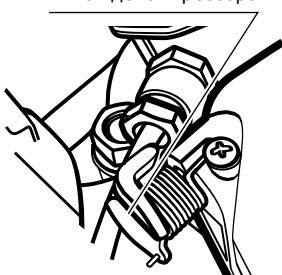

Рис. 8
- Приведите рычаг декомпрессора в открытое положение (рис. 8).
- Поверните ключ зажигания или тумблер в положение «**СТАРТ**». Свободной рукой удерживайте рычаг декомпрессора (рис. 8) в течение 3–5 секунд, после чего отпустите. Произойдет запуск двигателя. В момент запуска отпустите ключ (тумблер) зажигания, он автоматически вернется в положение «**ВКЛ**».